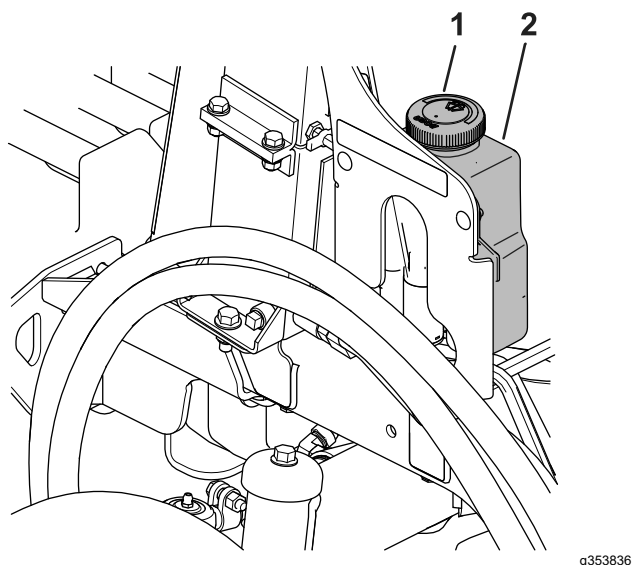

Figura 90
1. Îndepărtați capacul (Figura 90) de la rezervor.